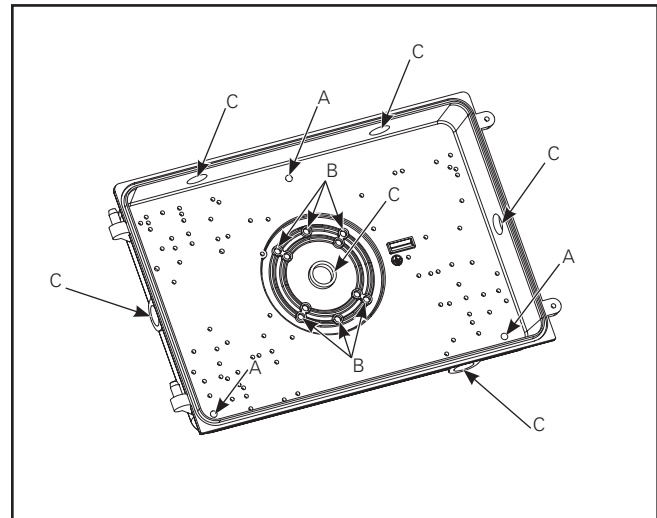

Figura 2.
2. La placa posterior tiene una plantilla grabada para el patrón de perforación para coincidir con las cajas de conexión empotradas estándar (B), los orificios para el montaje en la superficie (A), o el orificio roscado de 1/2" NPT para el conducto de superficie (C): Prepare la placa posterior para el montaje perforando o troquelando los orificios apropiados. (Figura 2)